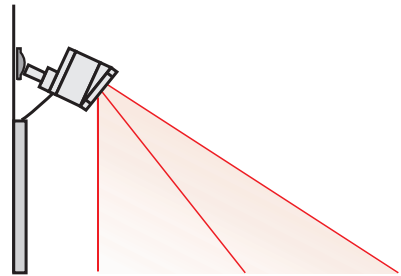

Fig. J10-293: forma de colocación.
■ CDM: ver Figs. J10-293 y J10-294.
■ CE30: ver Figs. J10-293 y J10-295.